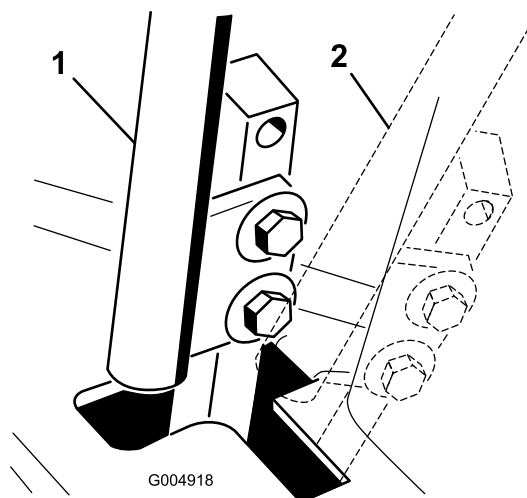

Figura 62
4. Mueva la palanca a la posición de punto muerto, pero **no a la posición de bloqueo** (Figura 62).
6. Compruebe la posición de la palanca de control con relación a la muesca de la consola (Figura 62). Debe estar centrada para que la palanca pueda girar hacia fuera a la posición de bloqueo/punto muerto.